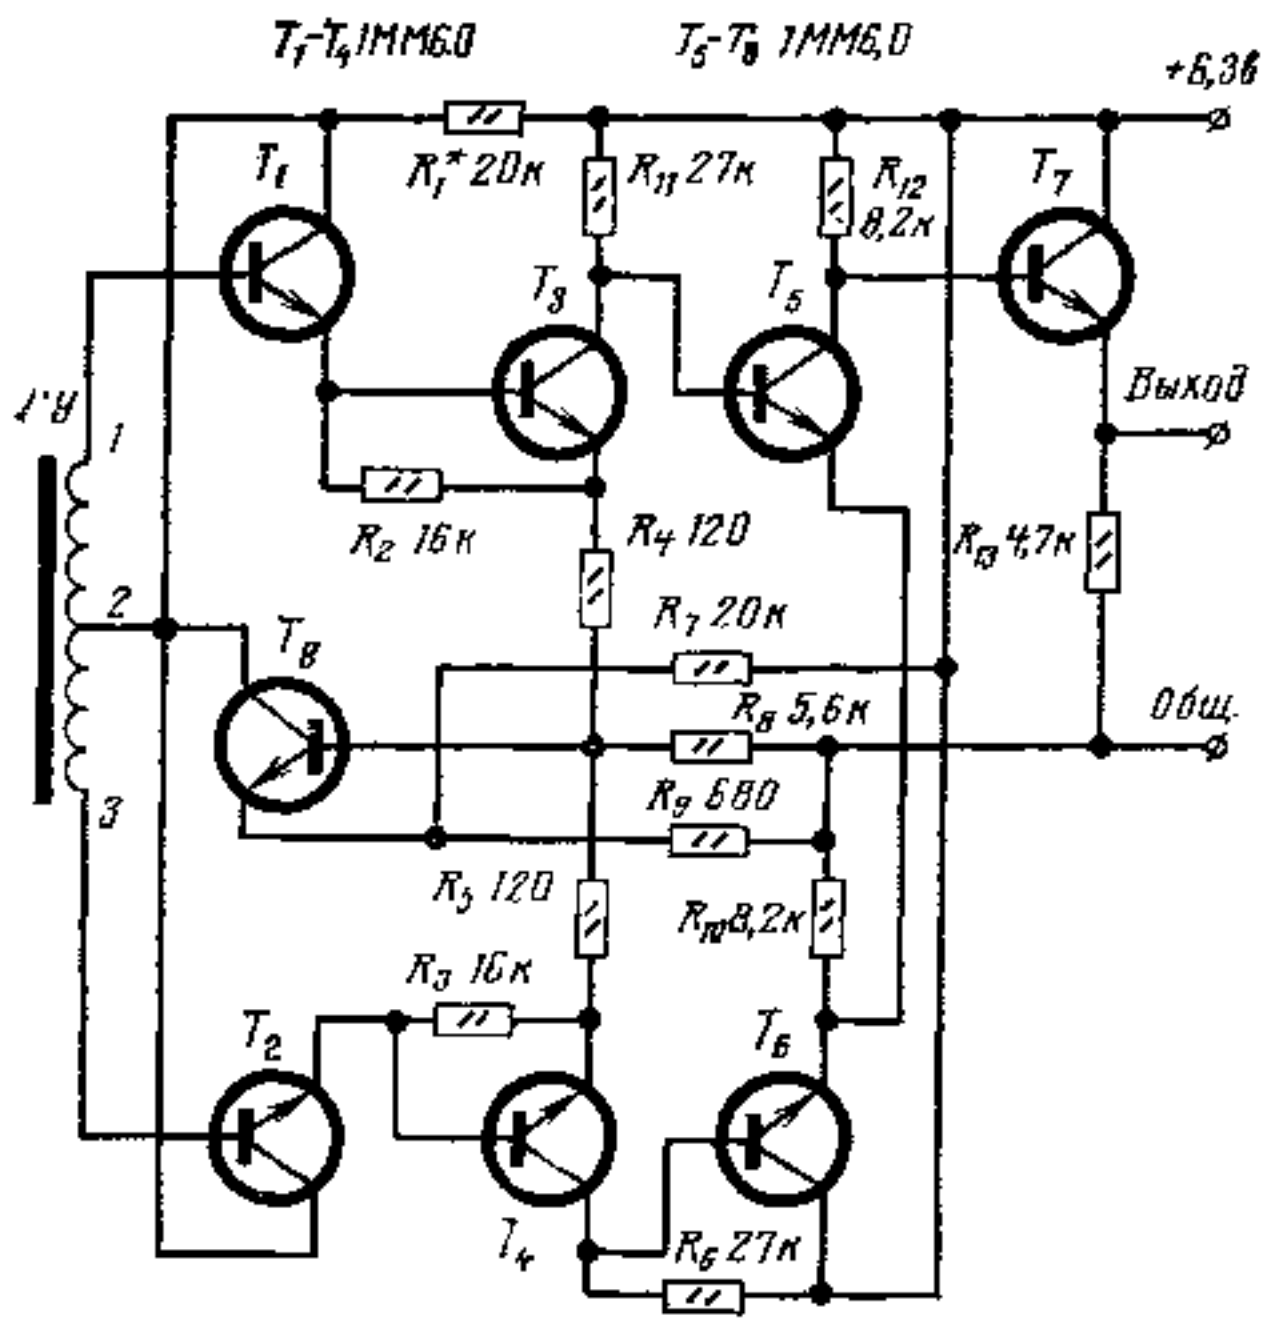

Рис. 7
**Предварительный усилитель воспроизведения для высококачественного магнитофона.** Принципиальная схема усилителя, выполненного на двух микросхемах 1ММ6.0, приведена на рис. 7. Он состоит из балансных каскадов на транзисторах  $T_1$ ,  $T_2$  и  $T_3$ ,  $T_4$ , каскада перехода к несимметричному выходу на транзисторах  $T_5$ ,  $T_6$ , эмиттерного повторителя на транзисторе  $T_7$  и подавителя синфазной помехи на транзисторе  $T_8$ .